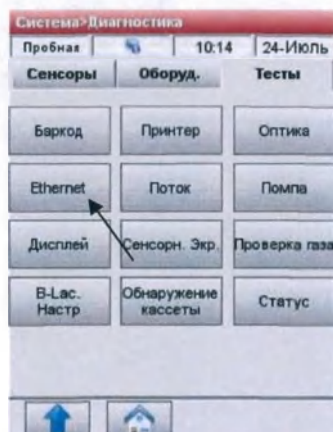

Рис.8-20 Ethernet Тест
- Нажмите < **Ethernet**>, чтобы начать тестирование (Рис.8-20).